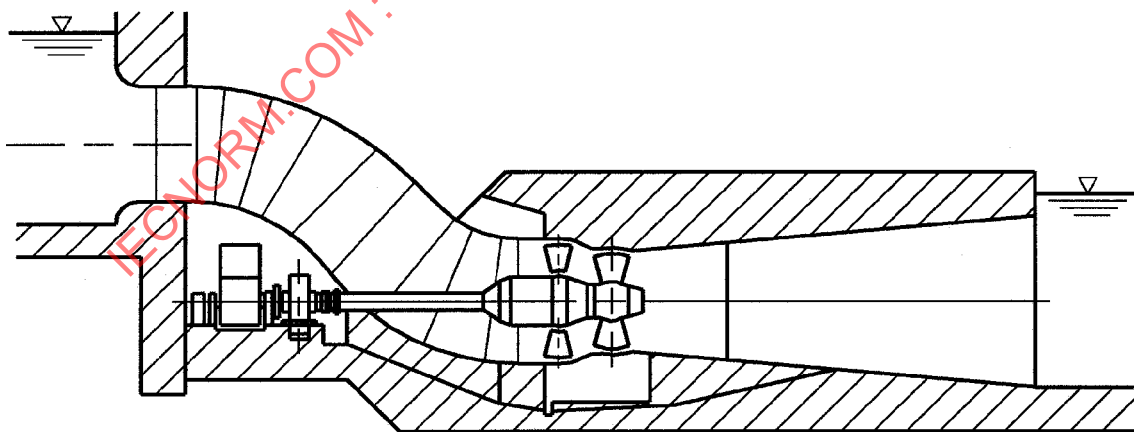

Figure 7 – Groupe en S en amont
- groupe en S en amont, voir figure 7.